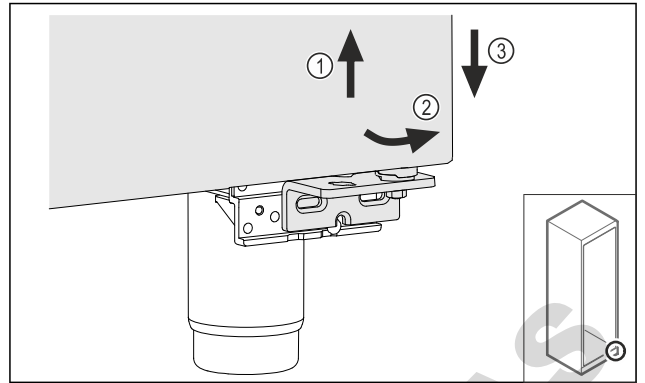

Fig. 20
- ▶ Soulever légèrement la porte Fig. 20 (1), la faire basculer vers l'avant Fig. 20 (2) et l'abaisser Fig. 20 (3).